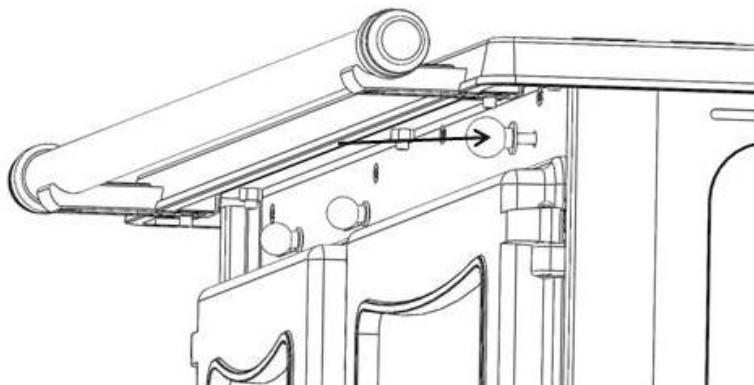

Рисунок.6
2. для одновременного обогрева пространства и приготовления пищи, печение, ручку необходимо задвинуть в первоначальное положение (Рис.6).